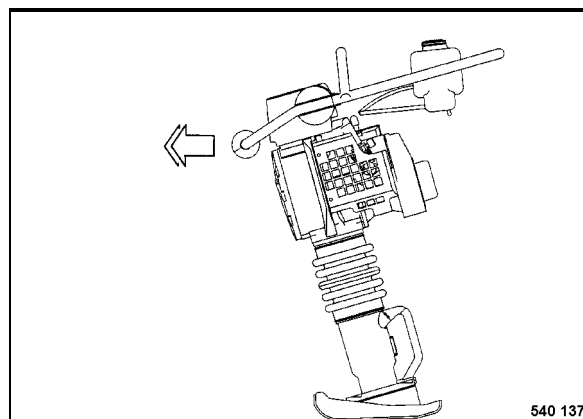

Fig. 18
- La velocidad de avance se puede influir mediante carga sobre el estribo (Fig. 18).